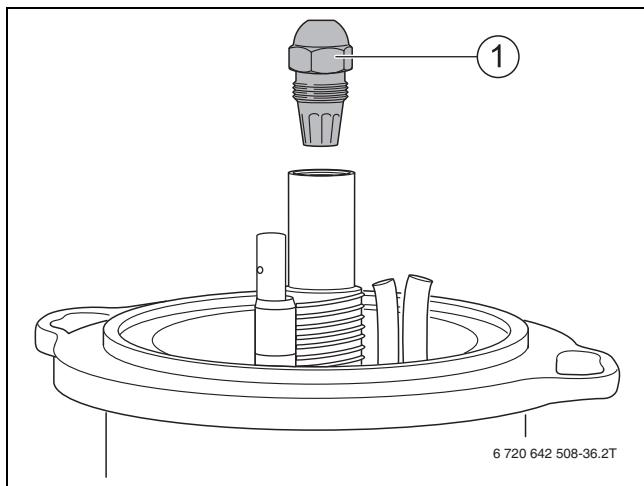

Bild 37 Düse abschrauben
- Düse abschrauben (→ Bild 37, Seite 25).